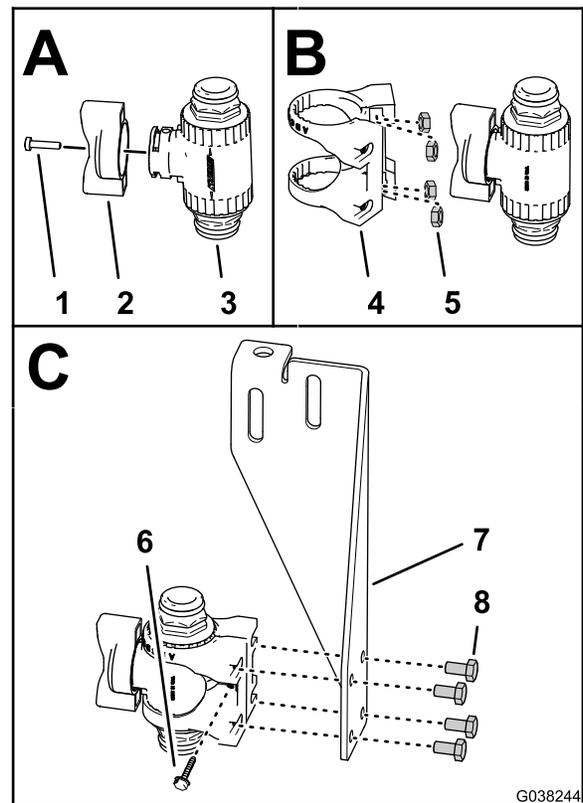

Bild 58
1. Befestigen Sie den Griff mit der Schraube (6-32 x 5/8") am Rührwerkdrosselventil (Bild 58).
2. Falls sie nicht angebracht sind, setzen Sie die vier Edelstahlmuttern in die Schlitze in der Drosselventilbefestigung aus Nylon für das Rührwerk-Drosselventil ein (Bild 58).
3. Montieren Sie das Rührwerk-Drosselventil in der Befestigung für das Drosselventil, wie in Bild 58 abgebildet.
4. Befestigen Sie die Befestigung für das Drosselventil mit der Schraube (6"-32 x 5/8") am Rührwerk-Drosselventil, wie in Bild 58 abgebildet.
5. Befestigen Sie das Drosselventil und die Befestigung mit den vier Schrauben (6 mm x 12 mm) an der Halterung des Rührwerkventils (Bild 58).